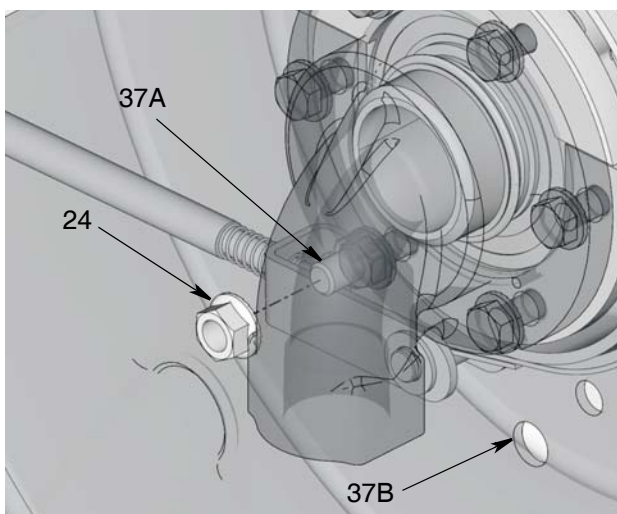

FIG. 31 : 37A indique le nouvel emplacement de l'axe de fixation (37). 37B indique l'emplacement précédent de l'axe de fixation (37).
16. Placez l'axe de fixation (37) dans le châssis (FIG. 31). Replacez l'écrou (24) sur l'axe de fixation (37) et serrez fortement (FIG. 31).